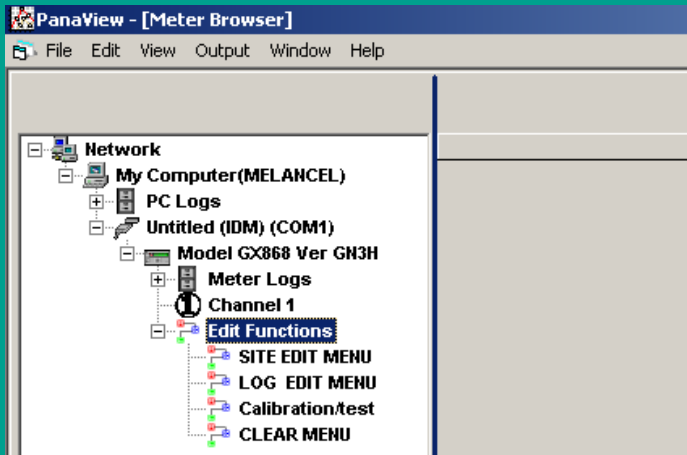

Figura 36: Árvore de contadores com opção de funções de edição
4. Na árvore de contadores, expanda a opção editar funções. A janela é agora semelhante à da figura 36, com uma lista de menus disponíveis. Os menus listados são os disponíveis no aparelho.